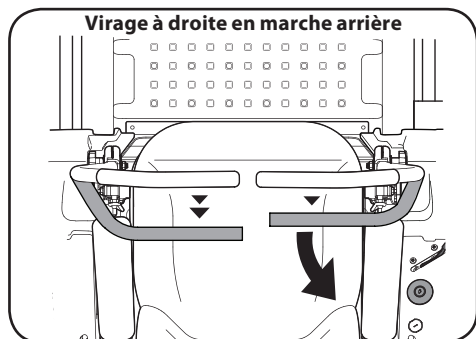

Figure 3-7
2. Pour tourner à droite en marche arrière, poussez la barre de conduite droite vers l'avant et tirez la barre de conduite gauche vers vous. Voir Figure 3-7.